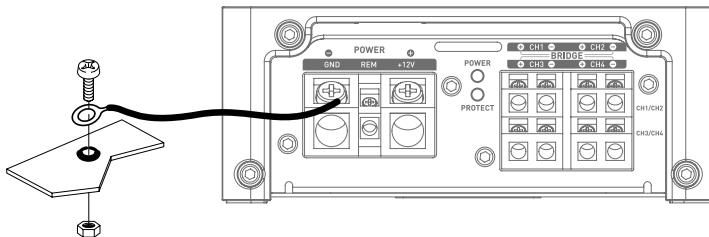

图 2
- 10 - 准备汽车底盘接地时, 刮下金属表面上的任何涂料, 以确保良好的接地。接地的配线应该越短越好, 并且始终连接到焊接在车体或底盘的金属上 (图2)。一般保留的接地点是连接电池负极端子与汽车底盘之间的连接点。
3.3.2 – 取一根负极（-）电源线。此电缆应尽可能短，其长度最好不超过1米，方能确保放大器和车辆底盘之间的连接完美无误。电缆和其线规应符合上方表格所示（第3.1节）。找到合适的接地点后，磨去油漆或清漆的痕迹，以优化接触质量。打穿预先根据所选螺钉的直径打磨好的钢板，同时注意附近是否有任何油箱或其他敏感零件的电缆经过。将随附的地线焊接至电缆引线上，并为其包上绝缘层（利用热缩护套管），然后将其连接至FPX放大器上（图2）。